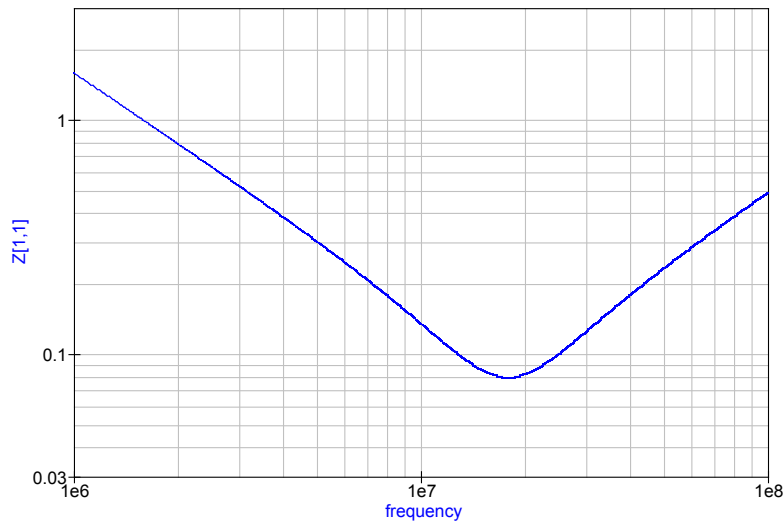

Рис. 4. Зависимость импеданса конденсатора от частоты, полученная в результате моделирования.
Результаты моделирования эквивалентной схемы конденсатора показаны на рис.4. По осям выбран логарифмический масштаб.
Из рис.4 видно, что смоделированный импеданс конденсатора идентичен экспериментально полученному (2).